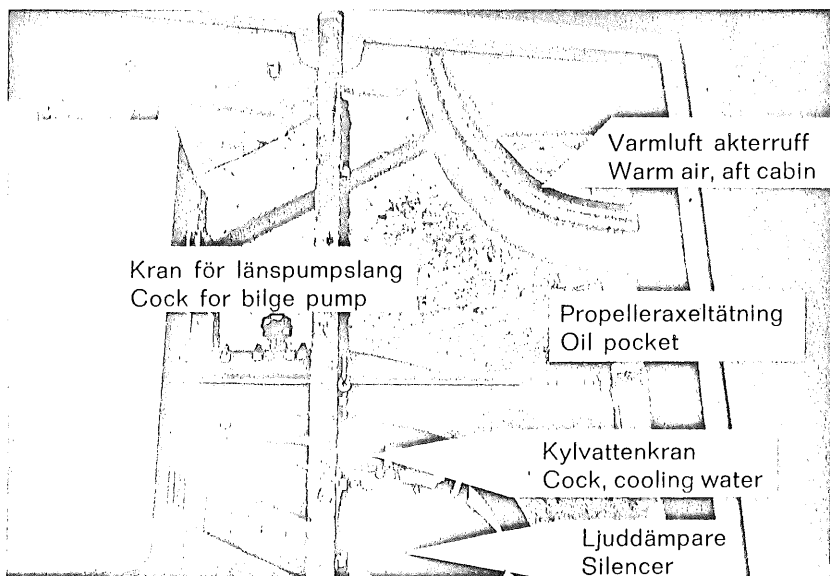

Fig. 16. Propelleraxeltätning, kylvattenintagets bottenkran och kran på läns-pumpens sugledning.
5. Kontrollera att kylvattenintagets bottenkran är öppen — viktigt (fig. 16).
9. Skruva bort proppen på propelleraxelns packbox (fig. 16, 18) och kontrollera att där är nästan fullt med fett. Fyll på fett om erforderligt. Lämpligt fett är ett halvflytande sådant med filmförstärkande tillsats under beteckningen "outboard grease". Fettet pressas direkt ur tuben in i hålet tills att packboxens oljeficka är så gott som full. Använd ej för högt tryck. Tryckspruta får under inga för-
- a t t bottenkranen för ledningen till motorns automatiska länsypump hålls stängd utom då länsypumpning behöver företas (fig. 16). Om länsypumpens backventil (kulventil på sugledningen vid inloppet till pumpen) inte skulle stänga fullständigt (t.ex. p.g.a. smutspartiklar) kan risk för förfyllning av båten uppstå genom den förbindelsekanal som finns mellan kylvattenpump och länsypump (avsedd för länsypumpens vattensmörjning). Kylvattenintaget ligger högre än länsypumpens sugsil och hävertverkan kan uppstå. Dessutom åstadkommer länsypumpen vid sugsilen ett biljud i båten då det inte finns något slagvatten i kölskarpen;
1. Sedan motorn stoppats stängs kylvattenintagets bottenkran (fig. 16).